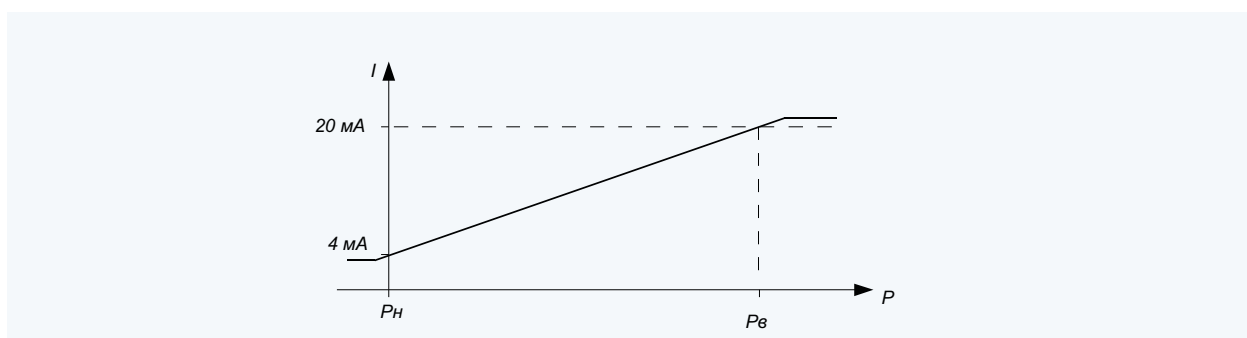
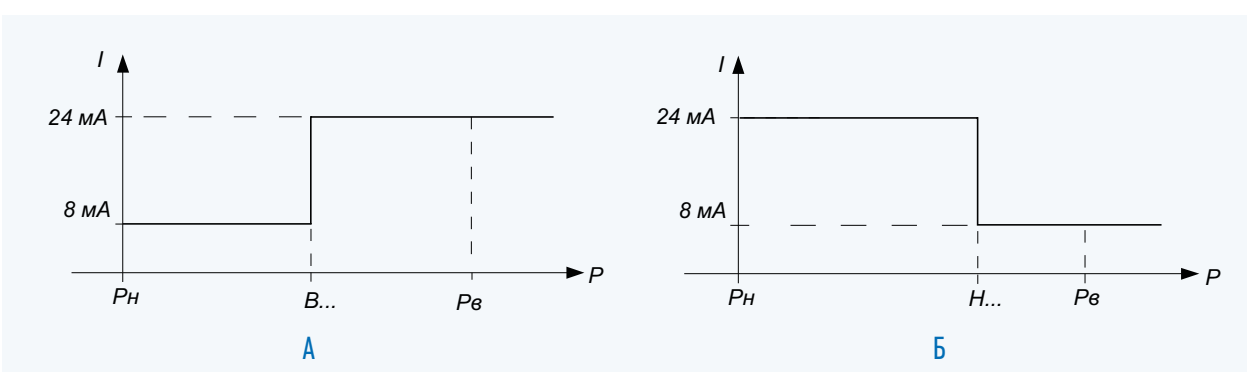

Рис. 3. График выходного сигнала датчика СЕНС ПД-4-20 мА
Рис. 4. Графики выходных сигналов датчиков: А - СЕНС ПД-8/24 мА-В..., Б - СЕНС ПД-8/24 мА-Н...
Датчик СЕНС ПД-4-20 мА имеет линейно возрастающий выходной сигнал 4 ... 20 мА (рис. 3). Выходной сигнал датчика СЕНС ПД-8/24 мА изменяется скачкообразно в момент перехода через пороговое значение давления (рис. 4). Существует две модификации датчика:
- СЕНС ПД-8/24 мА – В... – ток увеличивается при повышении давления («В» - верхний порог) – рис. 3А,
- СЕНС ПД-8/24 мА – Н... – ток увеличивается при понижении давления («Н» - нижний порог) – рис. 3Б.